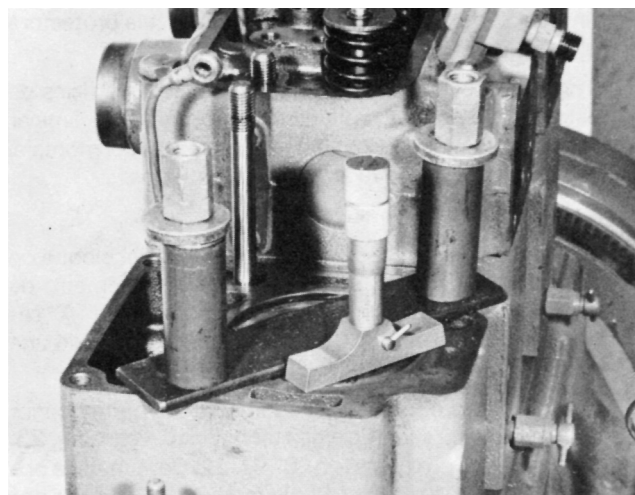
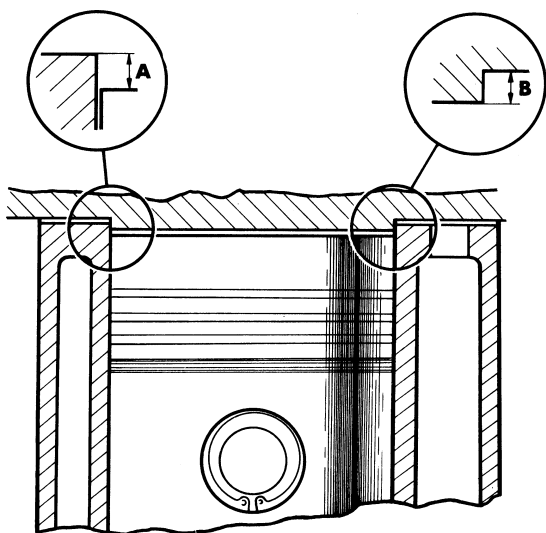
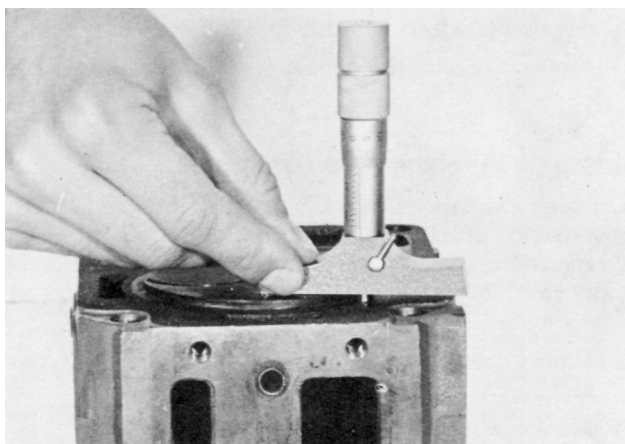

Fig. 21. Fastspänning av cylinderblock samt uppmätning av mått "A" enl. fig. 22
Fig. 22.
Fig. 23. Uppmätning av mått "B" enl. fig. 22
4. Spänn fast cylinderblocket så att det pressas mot vevhuset (se fig. 21).
6. Mät avståndet från cylinderblockets övre del till kolven med en indikatorlocka eller djupmikrometer, se fig. 21 och 22. Till detta mått "A" enligt fig. 22 adderas 1,4 mm, vilket är tjockleken på en sammanpressad cylinderlockspackning.
7. Mät därefter upp höjdskillnaden mellan topplockets nedskjutande del och tätningsplanet enl. fig. 23. Detta mått motsvarar mått "B" enl. fig. 22. Från det erhållna måttet "A" + 1,4 mm subtraheras mått "B". Det erhållna värdet skall vara 0,8–0,9 mm. Man bör försöka komma så nära 0,8 mm som möjligt.